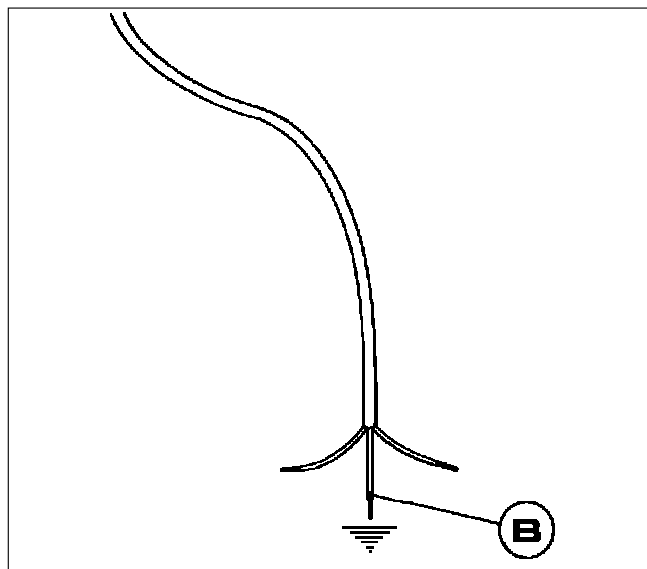

图. 20
若替换电源线，安装人员请让地线 (B) 长于相导线 (图. 20) 并请遵守段落9的说明。